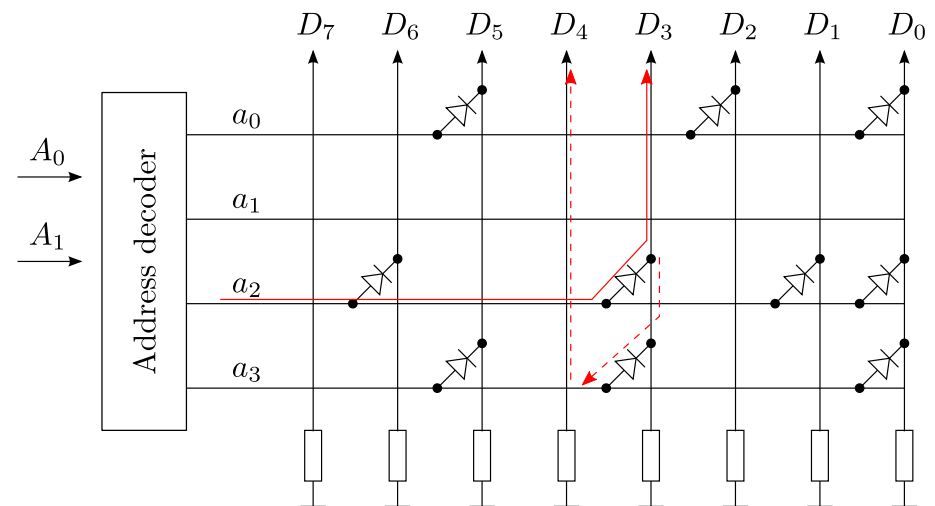

Abb. 9.12: Aufbau eines Festwertespeichers mit 4×8 bit.
- s. Abb. 9.12
- ähnlich zu ROMs (Abb. 9.12)